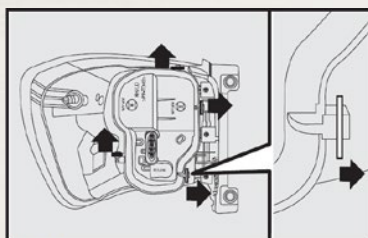

fig. 32
- 4) Presione las pestañas A-fig. 32 de bloqueo del portalámparas y quite el ensamble de la lente.